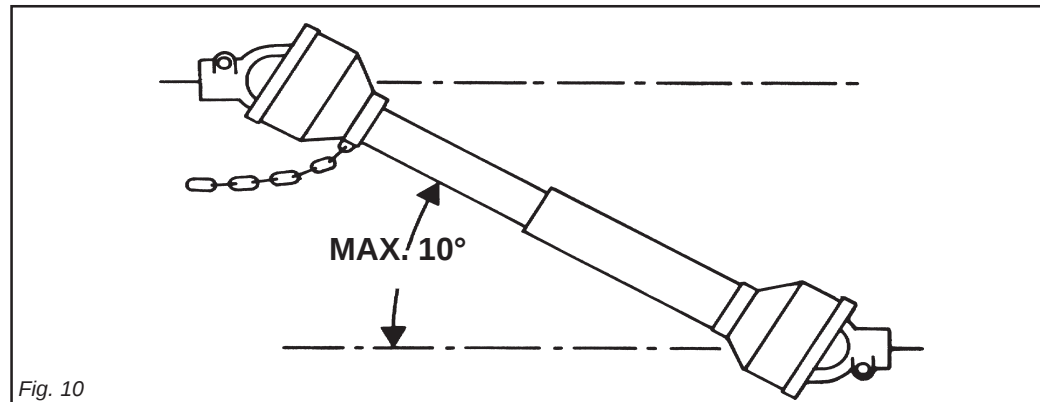

Fig. 10
- 41)** Disinserire, sempre, la presa di forza quando l'albero cardanico fa un angolo troppo aperto (mai oltre i 10 gradi - Fig. 10) e quando non viene usata.
- 41)** *Always disengage the pto when the cardan shaft is set at an excessively open angle (never beyond 10 degrees - Fig. 10) and when it is not in use.*
- 41)** Decuplați întotdeauna priza de forță când arborele cardanic face un unghi foarte deschis (nu mai mult de 10 grade - Fig.10) și când nu este folosit.